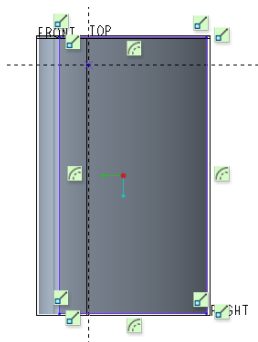

图 5-76 绘制封闭图形
- 5 绘制图 5-76 所示的封闭的填充区域，单击“确定”按钮 。